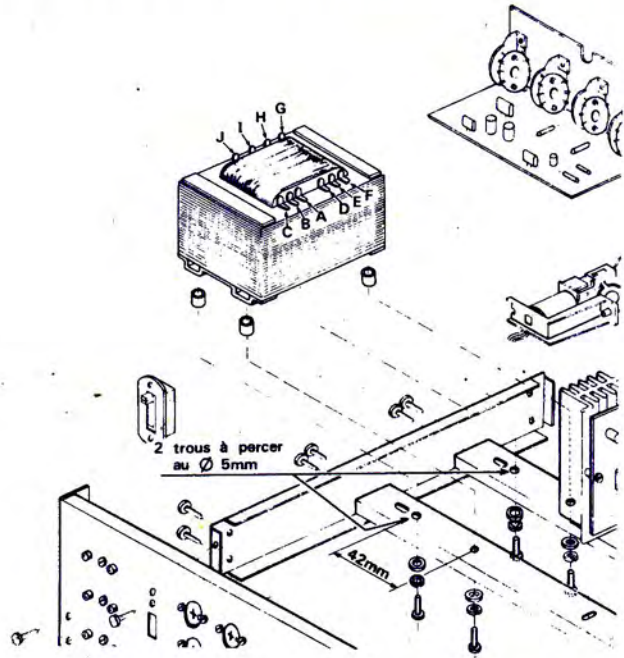

Fig. 2
Il comporte deux équerres taraudées et se fixe horizontalement sur quatre entretoises (Fig.2).
- Percer deux trous  $\varnothing$  5mm aux endroits repérés sur la figure 2.